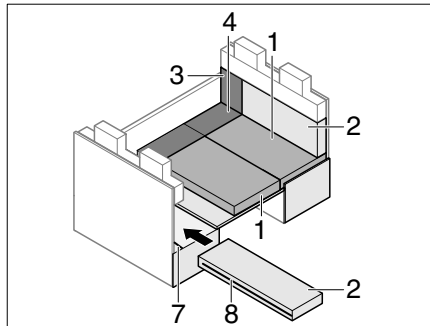

Fig. 208 Pendant la transformation
- Ouvrir la fermeture éclair (Fig. 208,8) du coussin de dossier.
- Glisser la fente du coussin de dossier sur la traverse ISOFIX (Fig. 208,7).